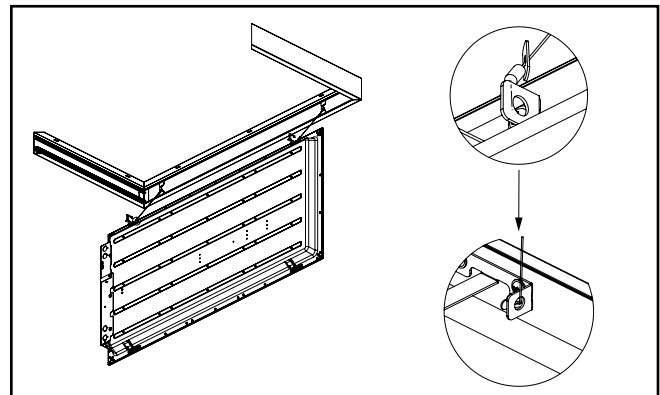

Figura 8.
- A8. Cuelgue la luminaria de las 2 correas insertando cada palanca a través de un orificio en las pestañas de sujeción de rejilla en cada lado del accesorio. (Figura 8.)